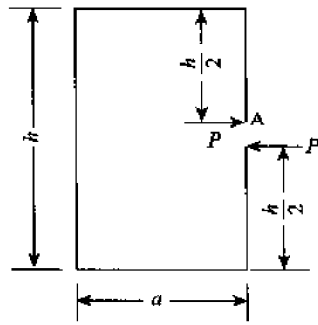

图 9-39
7. 如图 9-39 所示刚架各段杆的 EI 为已知, 试求在缺口 A 截面处由于 P 力引起的位移。